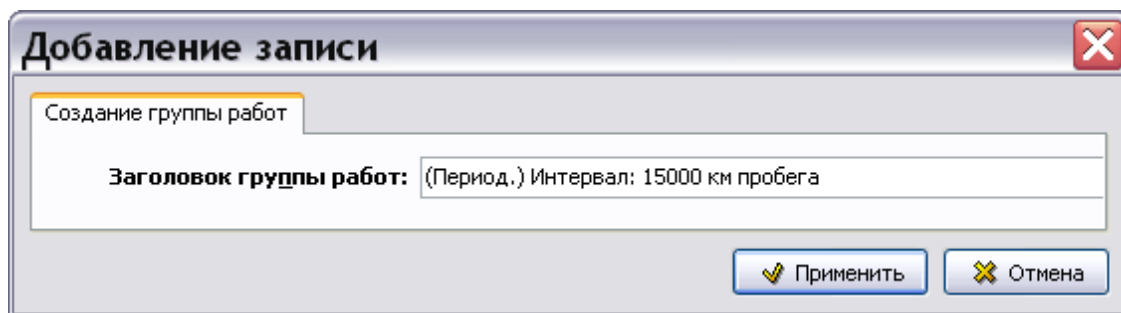

Рисунок 790
- 1) Нажмите на кнопку **Добавить** **+** справа от окна **Группы работ**. При этом появится диалоговое окно **Добавление записи** (рисунок 790).